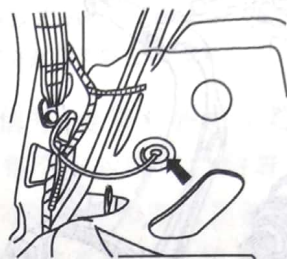

图 4-12 拔下转速传感器导线插头
(1) 后轮转速传感器的拆卸步骤如下:
① 从锁止机构上抬起后座椅。
② 如图 4-12 所示, 拨下转速传感器导线插头, 压出套管(箭头所示)。